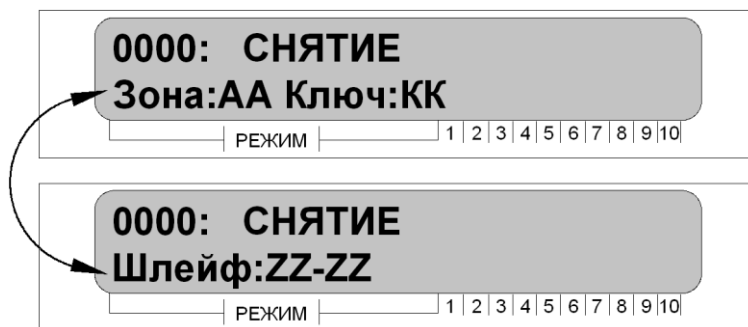

Рисунок 11 – Снятие зоны с охраны
- на ЖК-дисплее отобразится выполненное действие с попеременным указанием зоны охраны, ключа постановки и шлейфов, поставленных на охрану, рисунок 11.
- на ЖК-дисплее отобразится выполненное действие с попеременным указанием зоны охраны, ключа снятия и шлейфов, поставленных на охрану, рисунок 11.